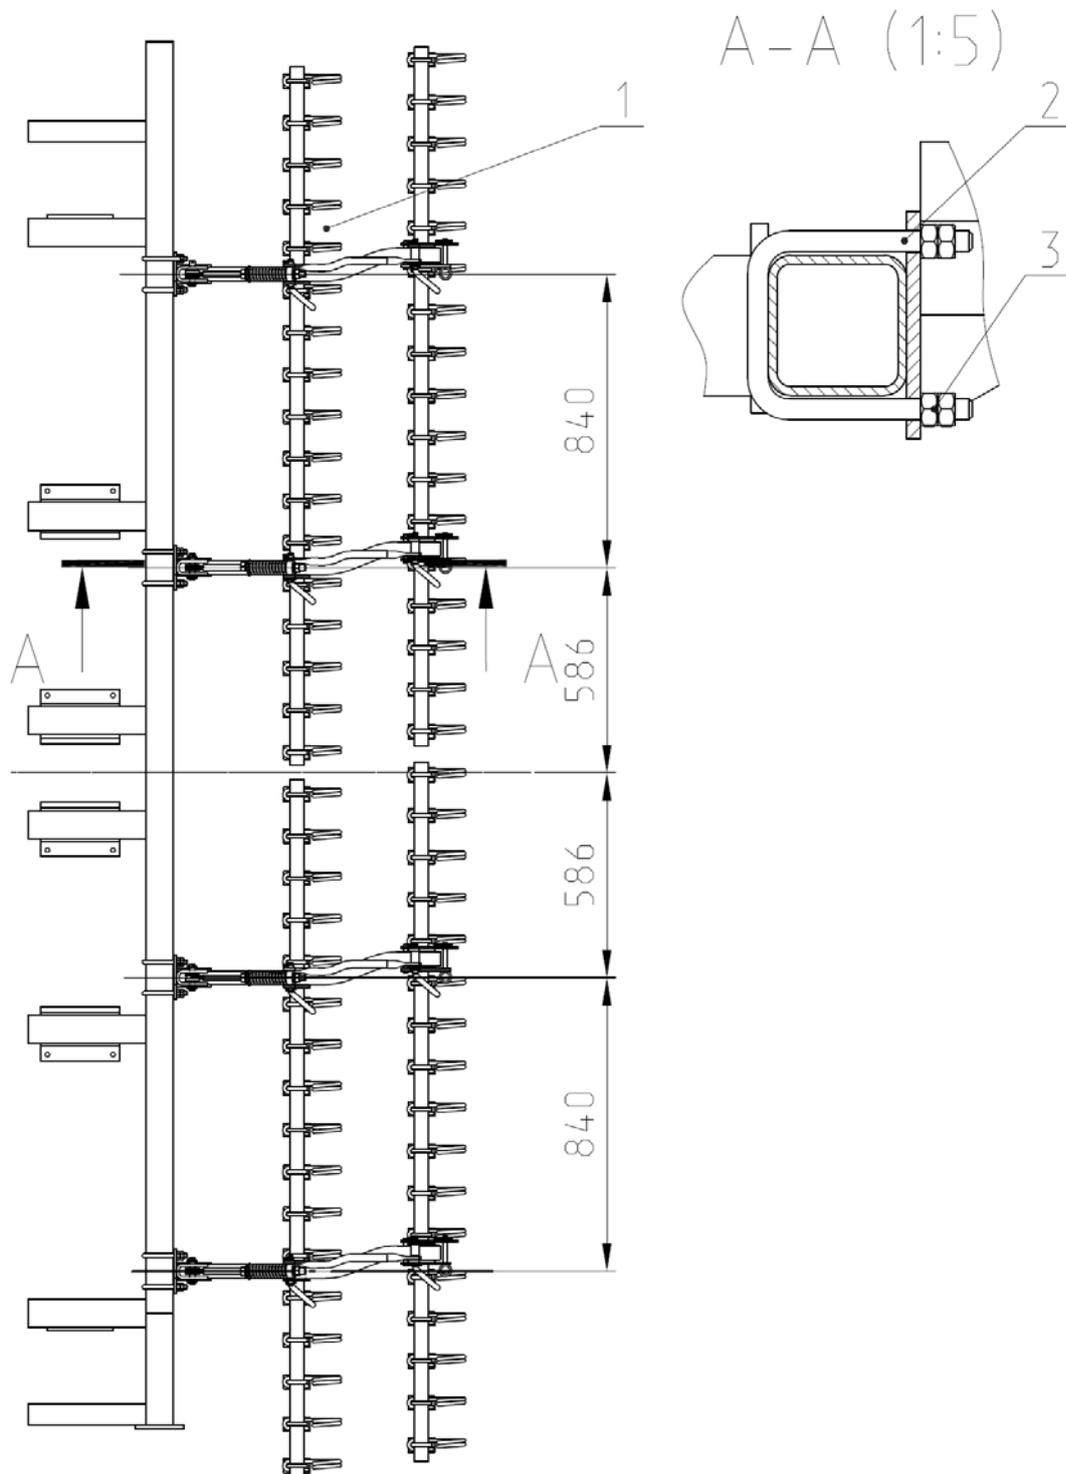

Рис.17 КСП-4 с комплектом 2-х рядной гребенки.
2.10 Гребенки 2-х рядные КСП 08.010 (Рис.17). крепятся к раме КСП 01.000Б и закрепляется скобами 2 и гайкой 3.